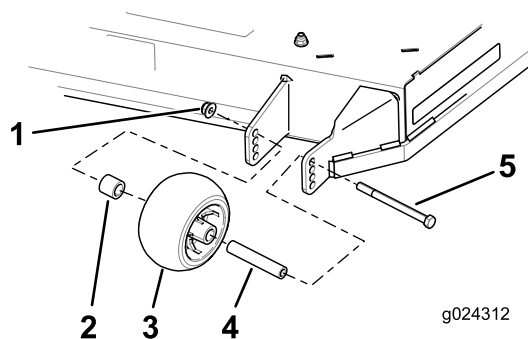

Figure 24
3. Retirez l'écrou à embase, le galet anti-scalp et le boulon du support (Figure 24).
- Alignez le boulon et le galet anti-scalp dans le trou du support correspondant le mieux à la position de hauteur de coupe (Figure 24).
- Insérez le boulon dans le trou du support et fixez le boulon et le galet anti-scalp avec l'écrou à embase (Figure 24).